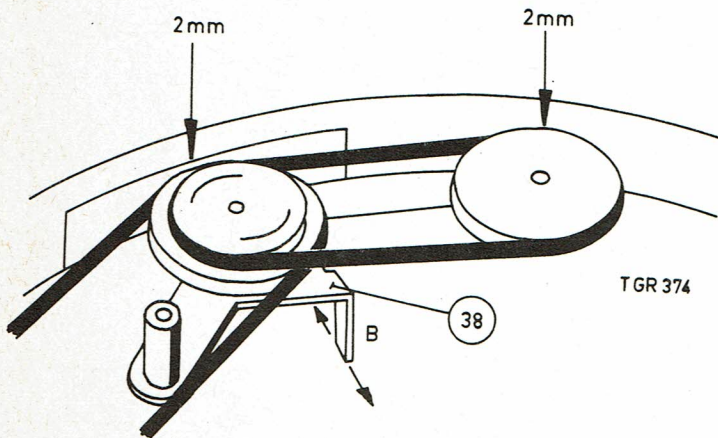

Fig. 2
Ajuster en recourbant la languette verticale B de l'équerre de la roue intermédiaire pos. 38, fig. 2.